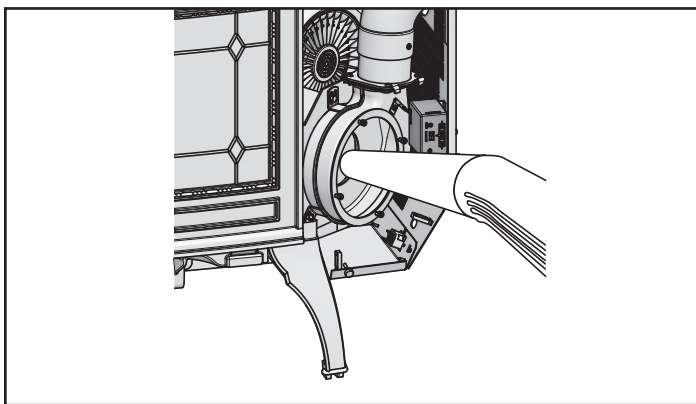

Figure 18.1
- d. Passez l'aspirateur dans le chemin d'échappement et le boîtier (**Figure 18.1**).